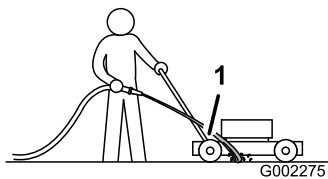

Figure 39
3. Tenez le tuyau d'arrosage à hauteur du guidon et dirigez le jet d'eau vers le sol, juste devant la roue arrière **droite** (Figure 39).